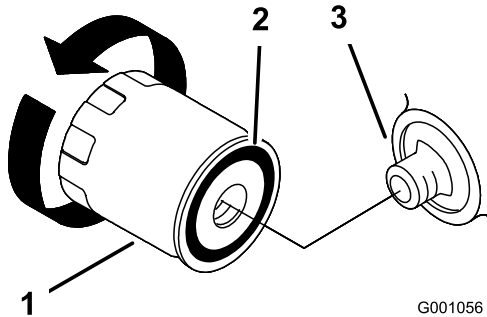

Figure 39
2. Déposez le filtre à huile usagé et essuyez la surface du joint de l'adaptateur (Figure 39).
5. Appliquez un mince film d'huile neuve sur le joint en caoutchouc du filtre de rechange (Figure 39).
6. Posez le filtre à huile de rechange sur l'adaptateur, tournez le filtre dans le sens horaire jusqu'à ce que le joint en caoutchouc touche l'adaptateur, puis serrez le filtre de 2/3 de tour à 1 tour supplémentaire (Figure 39).